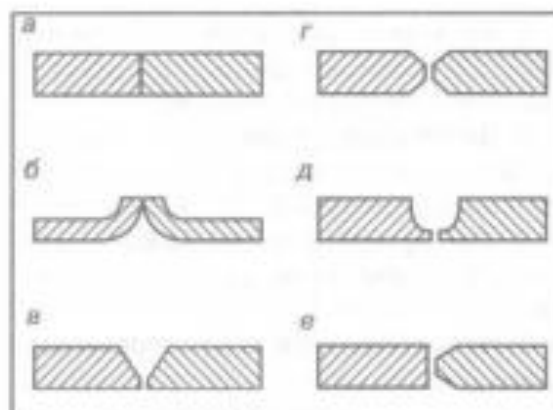

Рис. 21
5. По подготовке кромок к сварке (рис. 21): без скоса кромок (а), т. е. без подготовки, с отбортовкой кромок (б), со скосом одной или двух кромок (У-образный скос (в), Х-образный скос (г), криволинейный скос (д), К-образный скос (е)).